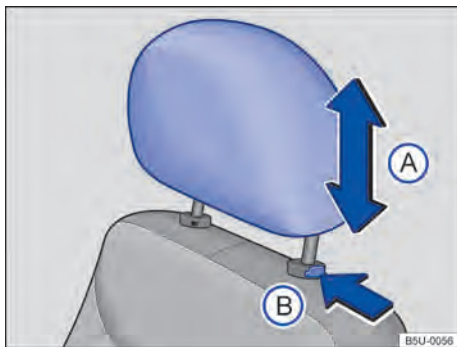

Fig. 61 Apoio para cabeça dianteiro: ajustar.
- Empurrar o apoio para cabeça para cima ou para baixo na direção da seta → Fig. 61 (A) → ⚠ em *Introdução ao tema* na página 71.